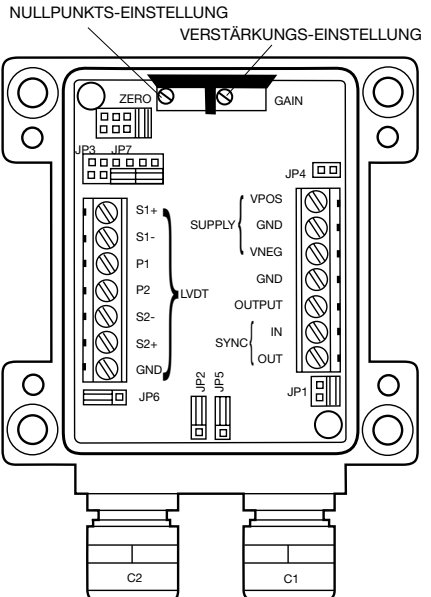

Abb. 1
- Nach Entfernen des Deckels sind die Überwurfmutter **C1** und **C2** zu lösen (Abb.1). Führen Sie das Versorgungs-/Ausgangssignal-Kabel durch die Verschraubung **C1** in den 'SUPPLY' Bereich auf der UCM-Karte. Schließen Sie die Spannungsversorgungs- und Ausgangsleitungen an die entsprechenden Klemmen auf der UCM-Karte an, wie nachfolgend angegeben und in Abb. 1 dargestellt.
- Führen Sie das Transducer-Kabel durch die Verschraubung **C2** in den **'LVDT'** Bereich auf der UCM-Karte. Schließen Sie die Transducer-Leitungen an die entsprechenden Klemmen auf der UCM-Karte an (je nach Transducer-Typ), wie nachfolgend angegeben und in Abb. 1 dargestellt.
- Entfernen Sie die Brücke von der Stiftleiste **JP7 (LK3)** auf der UCM-Karte (siehe Abb. 1) und parken Sie sie auf **JP4** (siehe Abb. 1). Drei verschiedene Ausgangsoptionskarten sind verfügbar: